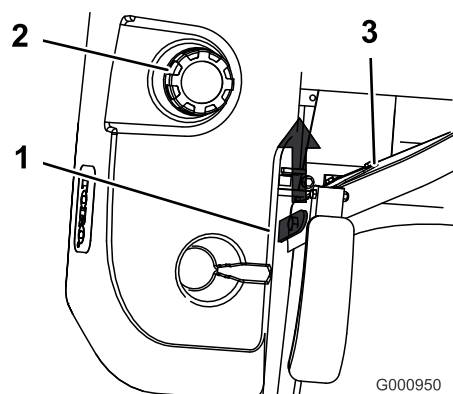

**Figure 22**
**Important:** Poussez le levier de réglage sur le côté pour débloquer et régler le siège (Figure 22).